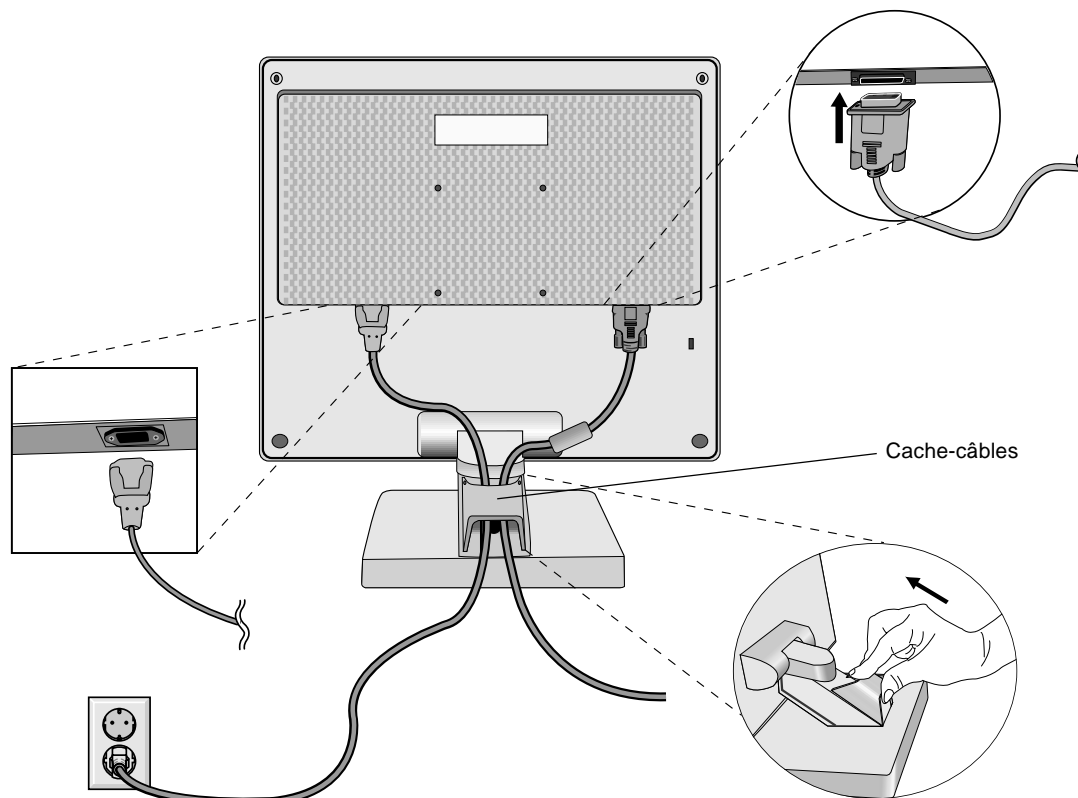

Figure C.1
4. Branchez le mini-connecteur D-SUB à 15 broches du câble vidéo au connecteur approprié à l'arrière du moniteur (**Figure C.1**).
5. Connectez une extrémité du cordon d'alimentation au moniteur LCD1501 et l'autre à la prise de courant. Placez le câble de signal vidéo et le cordon d'alimentation CA sous le couvercle du câble (**Figure C.1**). Reposez le couvercle du câble.